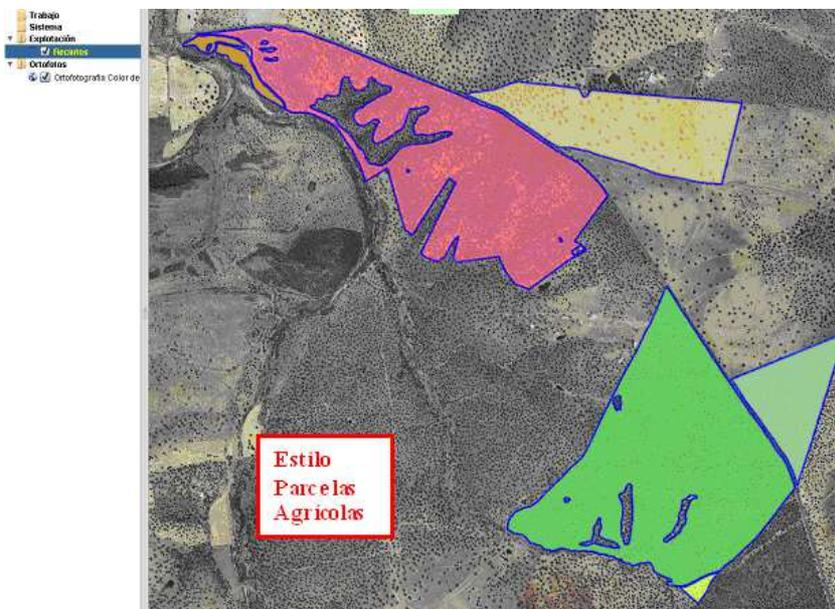

Fig. 54
- **Parcelas agrícolas:** permite visualizar las diferentes parcelas agrícolas que conforman una explotación, asignándole a cada una de ellas, de manera aleatoria, un color diferente (Fig. 54).